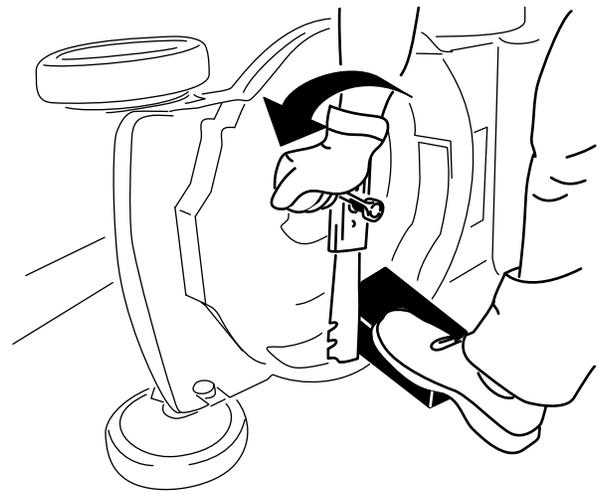

Figure 18
2. Immobilisez la lame avec un morceau de bois (Figure 18).
3. Retirez le boulon de lame, le support et la lame; conservez le support et le boulon de lame (Figure 18).